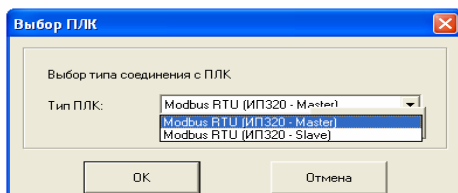

Рисунок 2.7– Вікно вибору статусу панелі оператора
1. Натисніть на кнопку *Новый проект* на панелі інструментів або виберіть цю команду в меню *Файл*, або натисніть одночасно на гарячі клавіші *Ctrl+N*. Відкриється вікно *Выбор ПЛК* (рис. 2.7) для визначення статусу панелі відносно ПЛК. У цьому вікні в меню *Тип ПЛК* вибирається протокол зв'язку з ПЛК та режим роботи ПО: